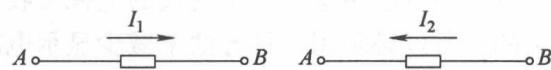

图 1-7 例 1-1 题图
**例 1-1** 如图 1-7 所示，电流的参考方向已标出，并已知  $I_1 = -1A$ ,  $I_2 = 1A$ ，试指出电流的实际方向。